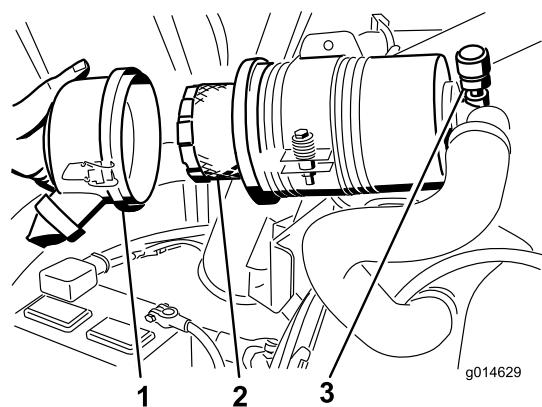

Figure 55
3. Déposez et remplacez le filtre (Figure 55).